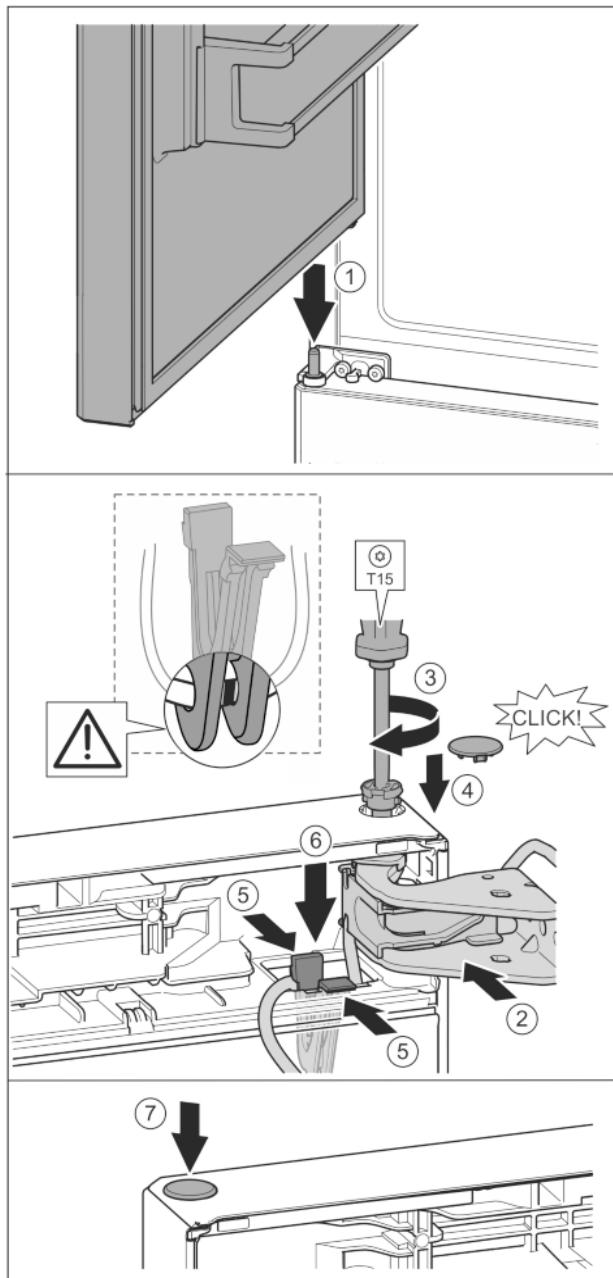

Fig. 36
- Установка верхней двери на средний опорный палец Fig. 36 (1)
- Дверь вверху выровнять по отверстию в опорном кронштейне. Fig. 36 (2)
- Вставить палец и затянуть отверткой T15. Fig. 36 (3)
- Установить предохранительную крышку для защиты двери: вставить предохранительную крышку и проверить, прилегает ли она к двери. В ином случае вставить палец полностью. Fig. 36 (4)
- Вставить держатель кабеля с закрепленным на нем кабелем в отверстие. Fig. 36 (5)
- Прижать держатель вниз так, чтобы соединительная накладка защелкнулась. Fig. 36 (6)
- Вставить заглушку. Fig. 36 (7)